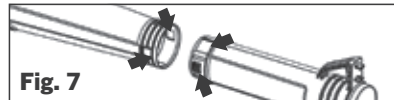

Fig. 7
2. Enfoncer fermement le tube inférieur dans le tube supérieur jusqu'à ce qu'ils se mettent en place avec un « clic » (fig. 7).